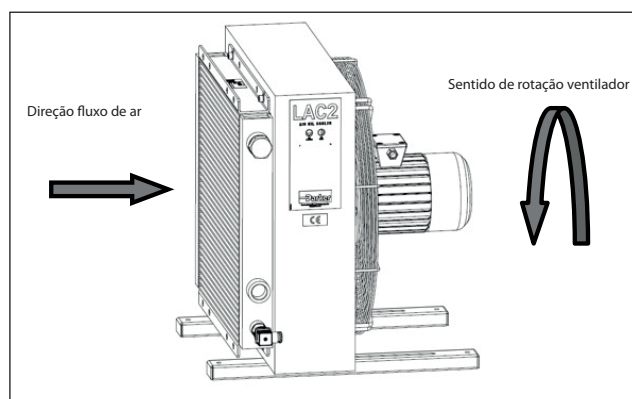

Fig. 25
6. Durante a operação, verifique se, quando o ventilador é ligado, o sentido de rotação e o fluxo de ar correspondem ao diagrama de Fig. 25.